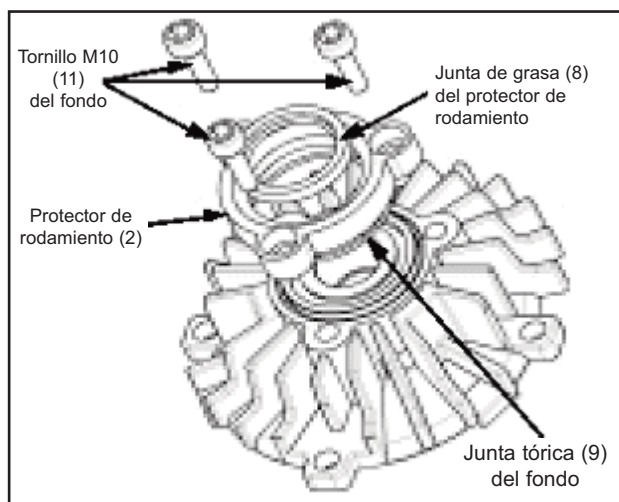

Figura 16
1. Retire los tres tornillos M10 (11) que fijan el fondo, y a continuación retire el protector de rodamiento (2); ver la figura 16.